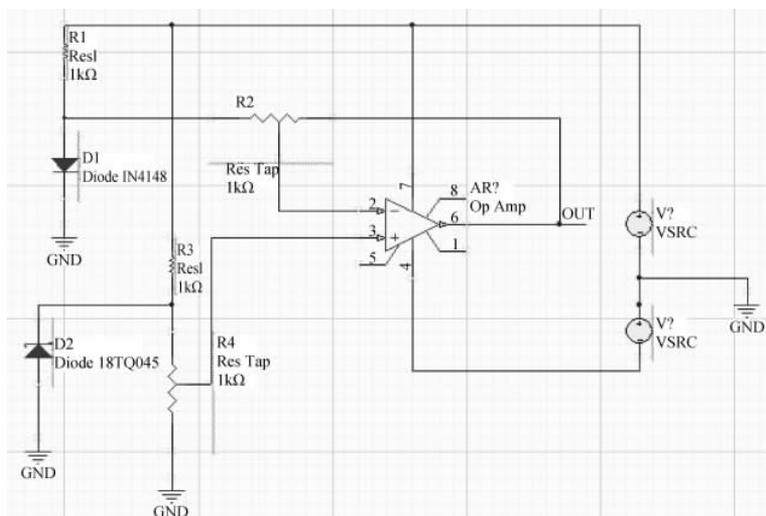

图 3-73 连接电路元器件和信号源
(4) 单击 AD 主界面下工具栏内的连线按钮,将这些元器件和信号源按照图 3-73 所示的方式进行连接。